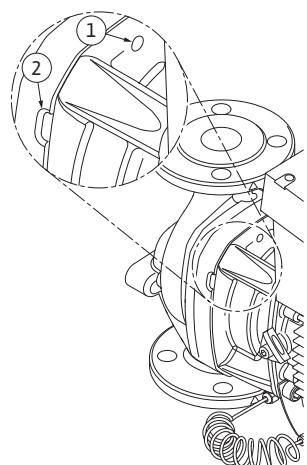

Fig. 51: Gewindebohrungen und Schlitze zum Abdrücken des Einstellsatzes vom Pumpengehäuse
13. Den Einstellsatz (siehe Fig. 13) vom Pumpengehäuse abdrücken. Dafür empfiehlt sich die Nutzung zweier Gewindebohrungen (Fig. 51, Pos. 1), vor allem zum Lösen des Sitzes. Zum Lösen des Sitzes geeignete Schrauben in die Gewindebohrungen eindrehen. Ist der Einstellsatz leichtgängig, können zum Abdrücken zusätzlich Schlitze (Fig. 51, Pos. 2) zwischen Pumpengehäuse und Laterne genutzt werden (dazu z. B. zwei Schraubendreher ansetzen und als Hebel verwenden). Nach ca. 15 mm Abdrückweg wird der Einstellsatz nicht mehr im Pumpengehäuse geführt.